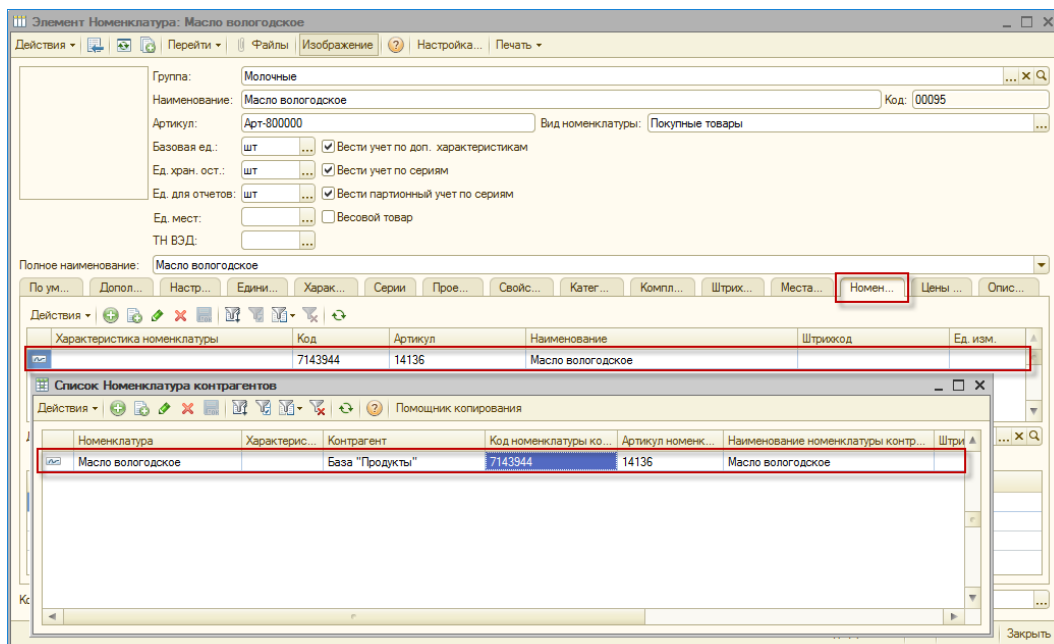

Рисунок 37 – Настройка сопоставления с помощью регистра «Номенклатура контрагентов»
- «Номенклатура контрагентов» – для настройки объекта используется одноименный регистр сведений «Номенклатура контрагентов» (рис. 37). Реквизитом объекта может выступать: код номенклатуры контрагента, артикул номенклатуры контрагента или штрих-код номенклатуры контрагента;